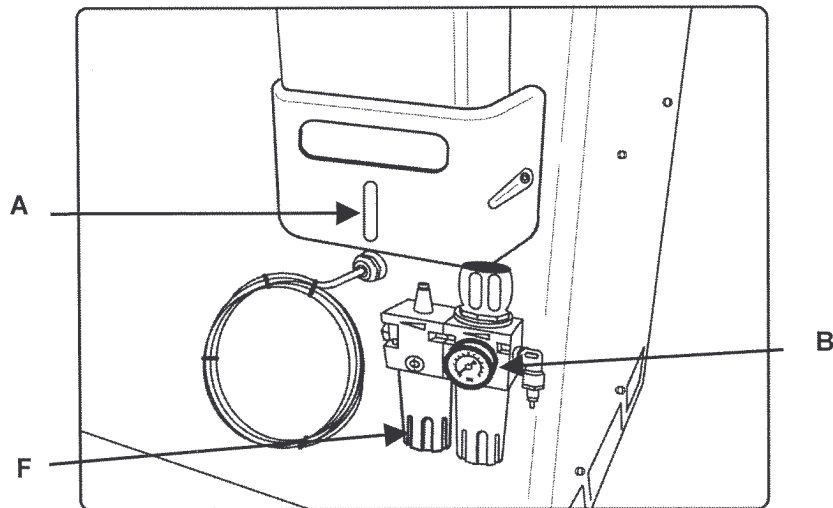

Fig. 10-01
- Controllare il livello dell'olio di lubrificazione del taglio (**Fig. 10-01 - Rif. "A"**)
- Controllare sull'apposito manometro "**B**" il livello della pressione di ingresso dell'aria e, attraverso le feritoie "**F**" sul filtro di lubrificazione, il livello dell'olio (**Fig. 10-01**)